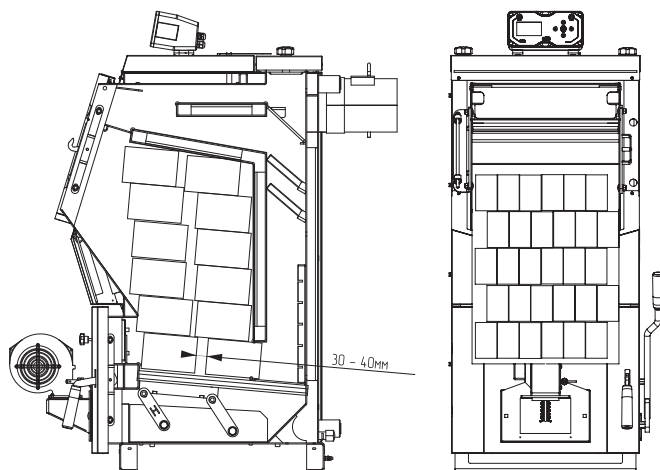
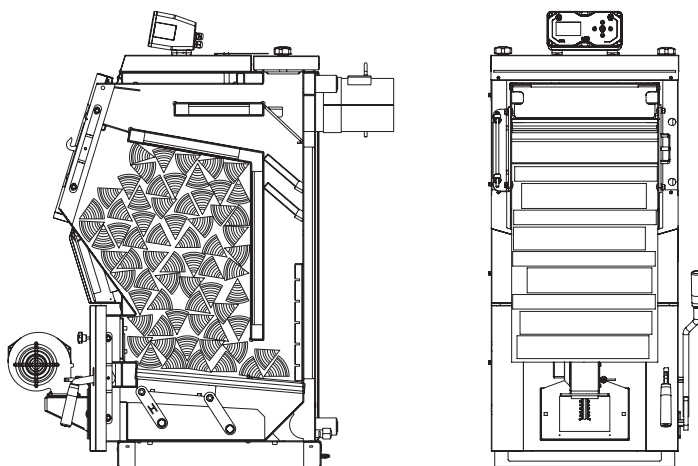
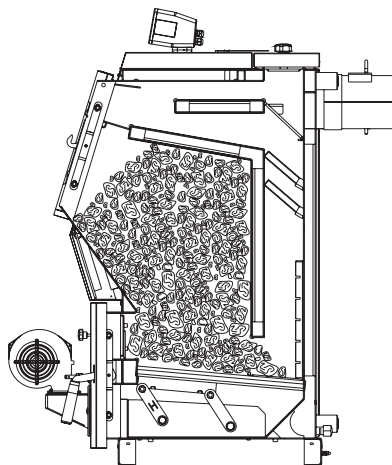

Рис.15 Схема загрузки котла древесными брикетами
Рис.16 Схема загрузки котла дровами
Рис.17 Схема загрузки котла углём
- Заполнить топку котла топливом, равномерно распределяя его по всему объёму в соответствии с Рис.15, Рис.16, Рис.17;
- Заполнить топку котла топливом, равномерно распределяя его по всему объёму в соответствии с **Рис.15, Рис.16, Рис.17**;